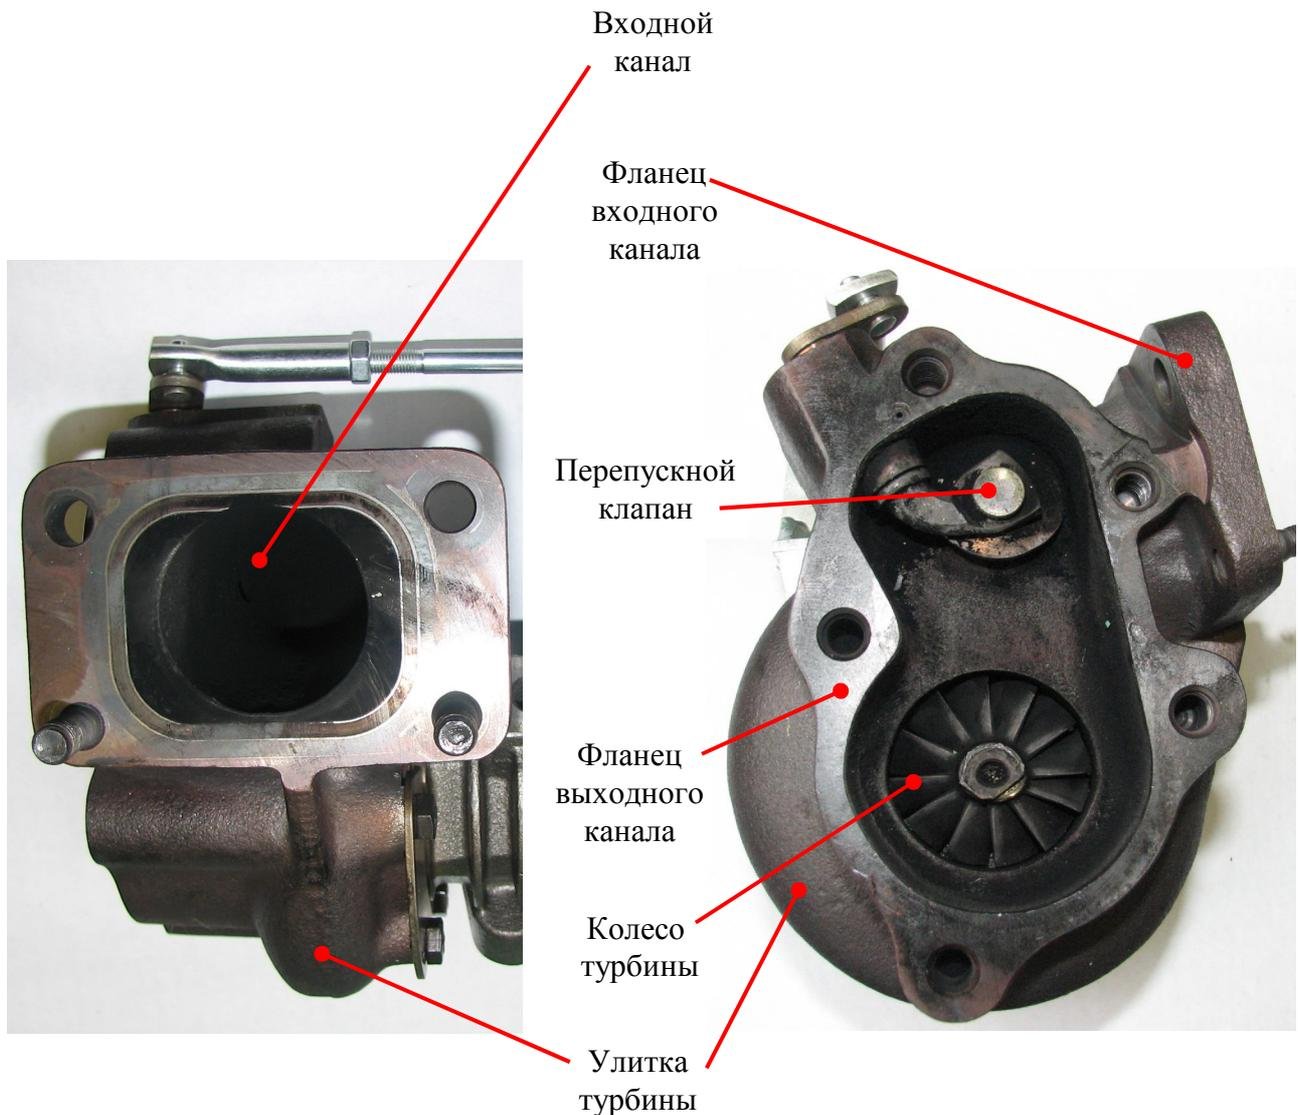
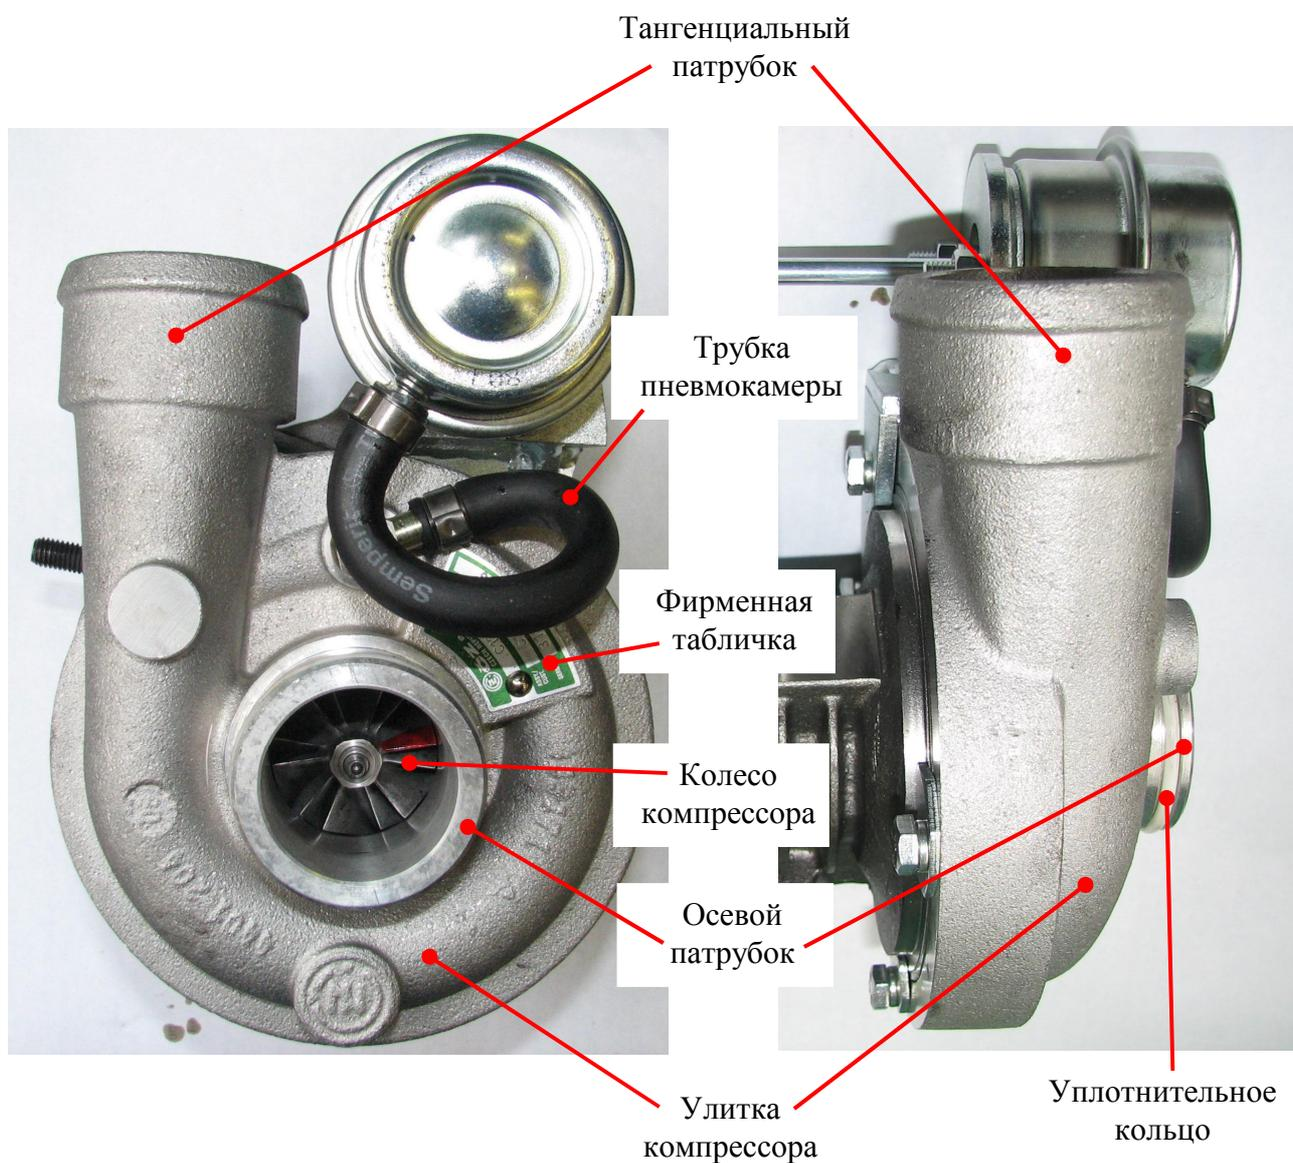
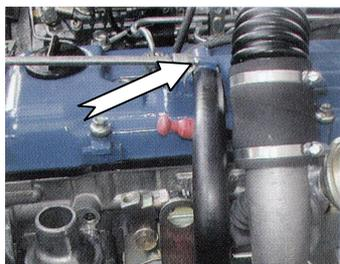

Рис. 5. Корпус турбины.
Рис. 6. Корпус компрессора.
Рис. 13. Крепление трубки пневмокамеры механизма регулирования.
Корпус турбины выполнен из чугуна с повышенным содержанием никеля в виде улитки с фланцами входного и выходного каналов для отработавших газов. Внутри корпуса турбины со стороны фланца выходного канала расположено колесо турбины и клапан перепуска части отработавших газов, минуя турбину (см. рис. 5).
Корпус компрессора выполнен из алюминиевого сплава в виде улитки с осевым и тангенциальным патрубками. Внутри корпуса компрессора расположено колесо компрессора. В улитку ввернут угловой штуцер, на котором закреплена резиновая трубка пневмокамеры. Рядом с угловым штуцером закреплена фирменная табличка, на которой указан тип и номер ТКР (см. рис. 6).
- наличие на фирменной табличке, расположенной на корпусе компрессора ТКР, обозначения **ASSY / C12 – 92 – 02** (см. рис. 6);
- наличие резинового уплотнительного кольца на осевом патрубке корпуса компрессора (см. рис. 6);
- состояние лопаток колеса турбины (см. рис. 5) и колеса компрессора (см. рис. 6) на предмет наличия трещин, раковин, заусенец, “сыпи” и других возможных дефектов. Любое повреждение кромки даже одной лопатки – не допускается (см.рис. 12);
- крепление, форму и состояние поверхности трубки пневмокамеры – трещины и надрезы не допускаются (см. рис. 6 и рис. 13).